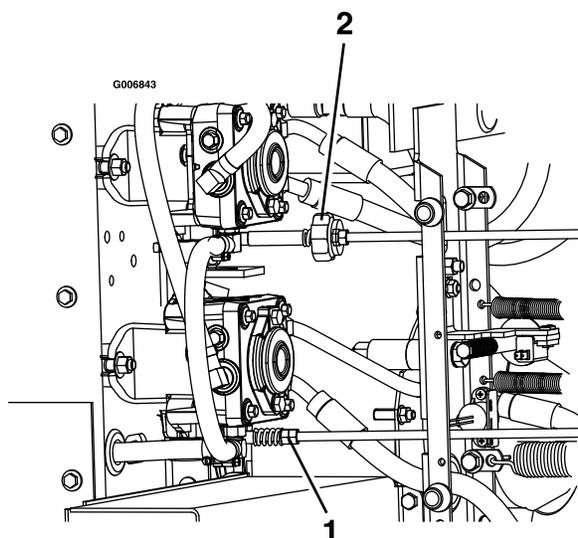

Figure 57
de tourner ou tournent légèrement en sens inverse (Figure 57).
11. Réglez la tringlerie de pompe droite en utilisant une clé pour tourner les doubles écrous sur l'ensemble (Figure 57)